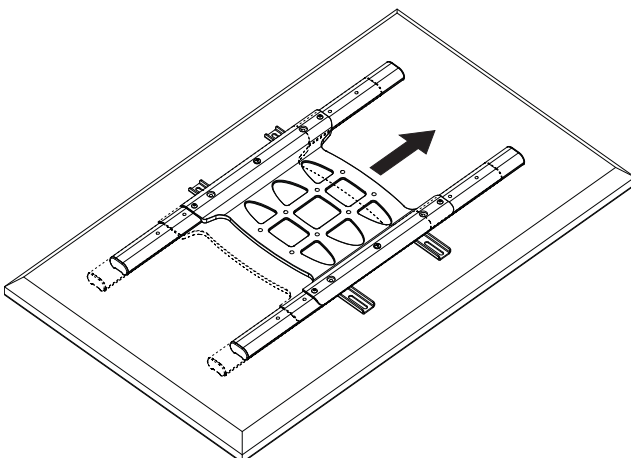
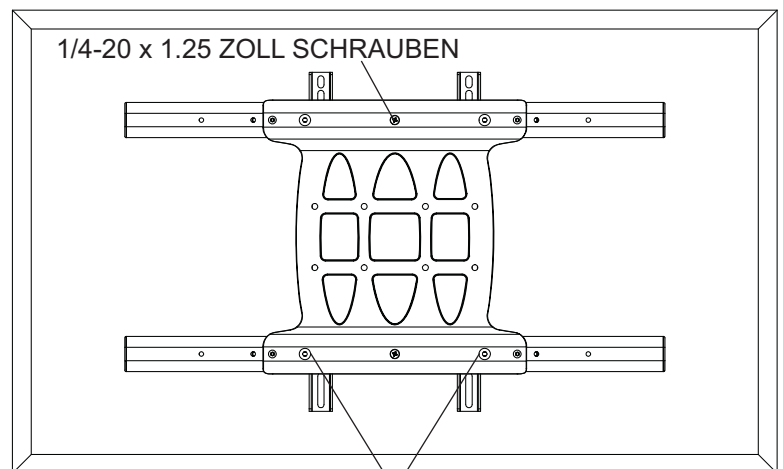

fig. 3.3
fig. 3.4
**3-4** Zentrieren Sie die Bildschirmhalterungen horizontal auf der Bildschirmrückseite wie in Abbildung 3.3 dargestellt. Ziehen Sie die beiden 1/4-20 x 1,25 Zoll Schrauben an. Bringen Sie die vier 1/4-20 x 0,6 Zoll Schrauben wie in Abbildung 3.4 dargestellt mithilfe des 5 mm Inbusschlüssels (I) wieder in der festen Anschlagposition 1 an.